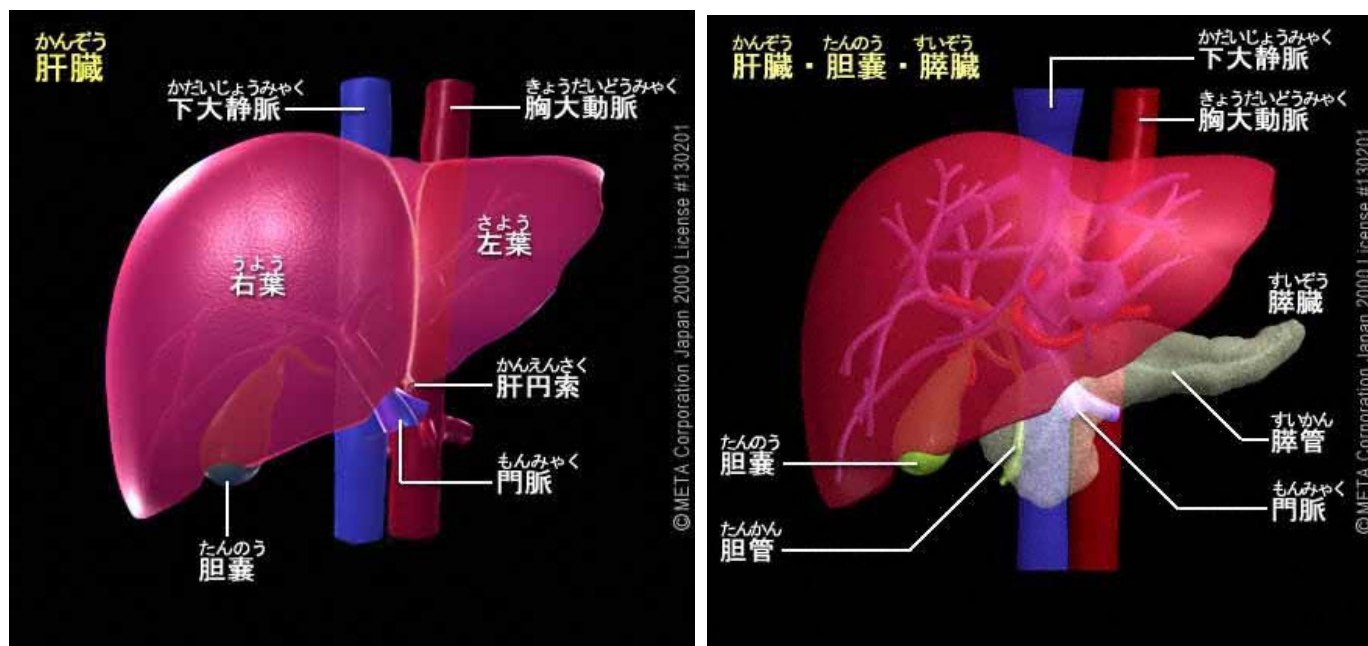

図1 肝臓のCG (IPA「教育用画像素材集サイト」 <http://www2.edu.ipa.go.jp/gz/> より引用)
肝臓（図1）は、内臓のなかでもっとも大きな器官で、大人では約 1.5kg の質量があります。肝臓では 500 以上のさまざまな働きを行っています。そのため、肝臓は体内の化学工場とよばれ、人工的に同じ作業を行うためには巨大な化学工場が必要だといわれています。 肝臓の主な働き（図2）には、次のようなものがあります。 ① 体内に吸収したブドウ糖をグリコーゲンに変えて貯蔵し、必要に応じて糖にもどし血液中に送り出す。 ② 細胞から出た有害な不要物であるアンモニアを無害な尿素に変える。 ③ 古くなった赤血球などを材料にして胆汁をつくり、胆のうに送る。 ④ アルコールなどの有害な物質を無害な物質に変える。 このうち、アルコールは次のように処理されます。肝臓にはいったアルコールは、まず酵素の働きによりアセトアルデヒドと水素に分解され、さらに別の酵素により酢酸と水素に分解されます。酢酸は体内でエネルギーとなり、最終的には水と二酸化炭素となって体外に排出されるのです。お酒を飲み過ぎると非常に毒性の強いアセトアルデヒドの分解が間に合わなくなり、血液中にアセトアルデヒドが残ります。これが、顔面紅潮や千鳥足などの酔っぱらい状態、吐き気、頭痛などの二日酔いの状態を引き起こすのです。 アルコールが体内に入ってくると、肝臓は一生懸命に分解をします。ふだんは肝臓に余裕がありますが、大量のアルコールを飲み続けていると疲れてしまいます。飲み過ぎにより肝臓が疲れ、その処理能力を超えてしまった場合は、アルコールから合成される中性脂肪が肝臓の中にたまり、アルコール性肝障害の一つである脂肪肝になります。肝臓に脂肪がたまってくると、肝臓そのものの機能が果たせなくなってきました。それにもかかわらず、同じようにお酒を飲み続けると肝臓の細胞が線維状になり硬くなってしまう肝硬変にまでなってしまうのです。 （熊本徹）